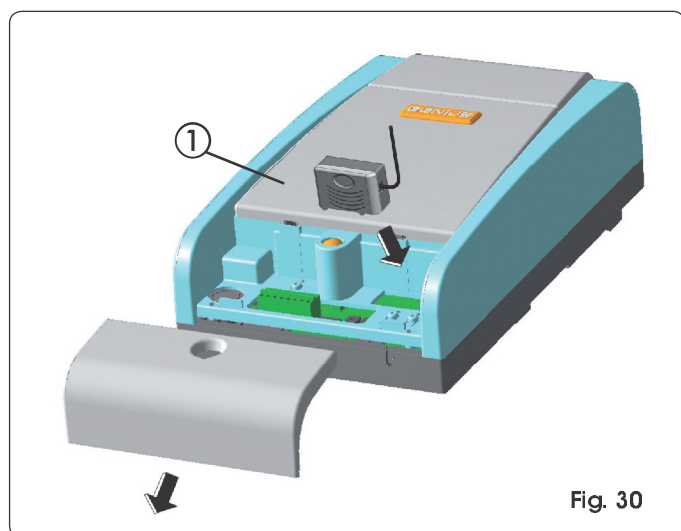

Fig. 30
L'apparecchiatura elettronica è provvista di un sistema di decodifica bi-canale integrato. Questo sistema permette di memorizzare, tramite un modulo ricevente aggiuntivo (Fig. 30 rif. ①) e radiocomandi della stessa frequenza, sia l'apertura totale (OPEN A) sia l'apertura parziale (OPEN B) dell'automazione